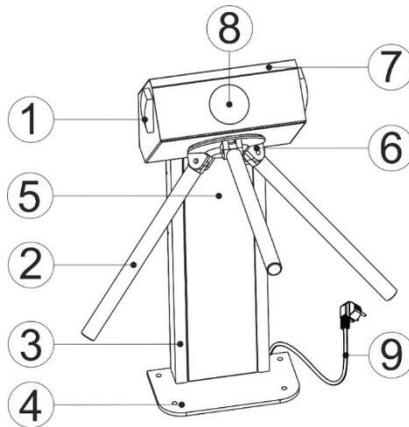

Рисунок 1 Внешний вид и элементы подключения
Изделие состоит из наклонного поворотного механизма, закрытого крышкой, стойки и трех штанг-ограничителей. С боковых сторон крышки установлены считыватели карт, в центральной части расположено окно индикации режимов работы. К сети 220В изделие подключается посредством сетевого кабеля с вилкой см.рис.1.
- снять крышку см.рис.1, для этого требуется открутить пять винтов;